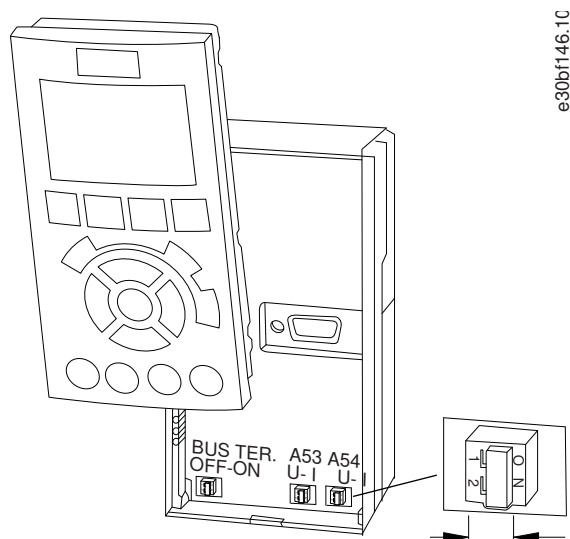

Ilustración 39: Ubicación de los conmutadores A53 y A54
4. Ajuste los conmutadores A53 y A54 para seleccionar el tipo de señal (U = tensión, I = corriente). Véase el apartado Ilustración 39.